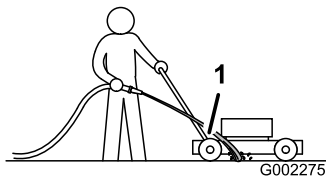

Figure 23
3. Tenez le tuyau d'arrosage à hauteur du guidon et dirigez le jet d'eau vers le sol, juste devant la roue arrière droite (Figure 23).